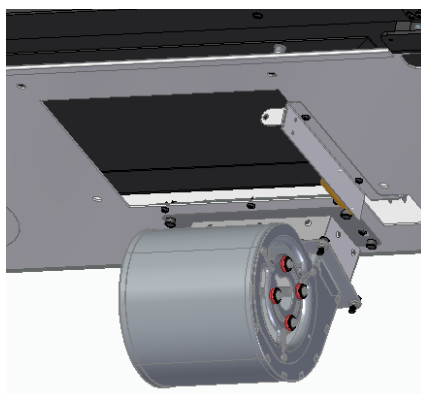

Figura 48 – Fijación del kit de ventilación en las unidades E909 y E809
b. Fijar el kit de ventilación debajo del equipo, en la parte inferior, como se muestra en la imagen, ver Figura 48.
d. Después de colocar los componentes en el equipo, Figura 48, debe ajustar la pestaña que está debajo de la puerta, para que la puerta después de cerrar la pestaña accione el microinterruptor, ver Figura 50.